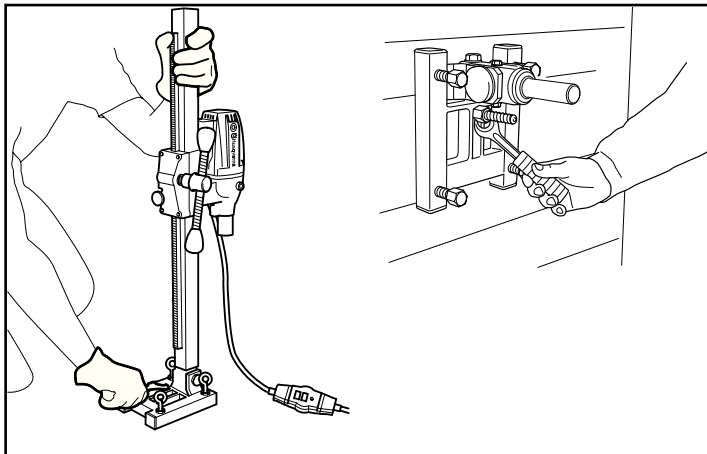

Рис.8
1. Просверлите в поверхности установки отверстия (15 мм) и забейте анкера. Привинтите основание DMS 160A / AT в нужное положение (рис. 8) и тщательно проверьте, чтобы анкер закреплен был правильно.